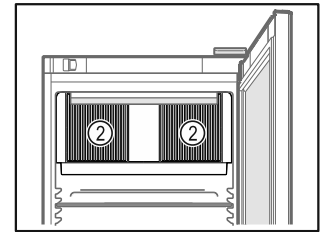

Fig. 64
- 内部循环风机的通风槽 Fig. 64 (2) 保持畅通。